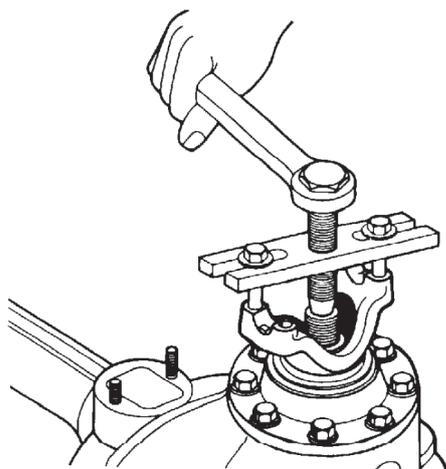

Figura 33
- Saque o garfo/flange da junta universal, utilizando um extrator adequado. (figura 33).